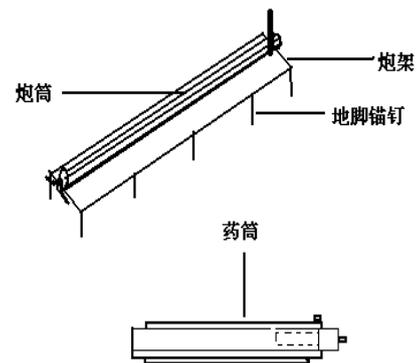

图3 定向爆破震源
3、定向爆破法：（见图3）这种装置类似于迫击炮筒，将它固定在地面，炸药在炮筒内爆炸后炮身的后座力使炮架与地面产生强大的剪切力，使地面产生剪切波。这种震源对炮筒内药室的形状有一定的要求，以使爆炸力有较好的集中性与指向性。激振力的大小可由装药量控制，这种震源使用起来也比较麻烦，还存在一定的安全性，所以一般只在深孔波速测试时才使用。